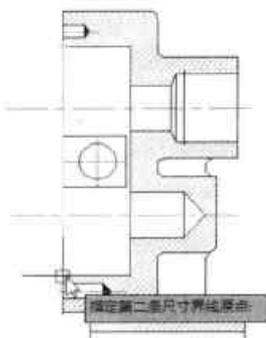

图9-44 捕捉测量点
Step 05 执行“线性”标注命令，根据命令行提示，指定好两个测量点和尺寸线位置即可完成操作，如图 9-44、9-45 所示。